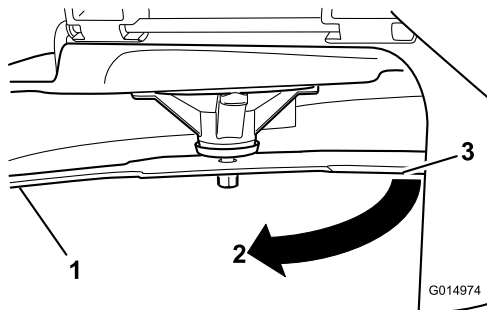

**Figura 55**
5. Mida desde la punta de la cuchilla hasta la superficie plana (Figura 55).